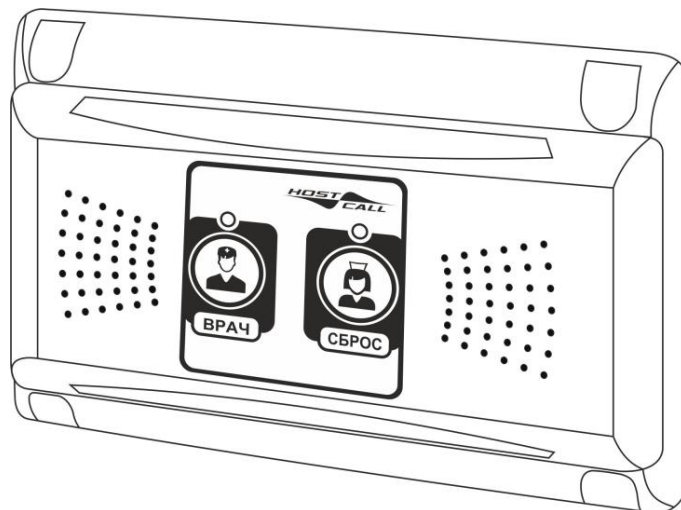

Рисунок 5.15. Кнопки присутствия/сброса и вызова врача, встроенные в палатную консоль MP-331W1
1. Кнопки присутствия/сброса и вызова врача, встроенные в палатную консоль МР-331W1 (рис.5.15).